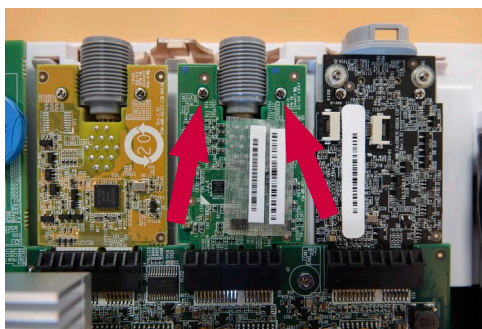

Figure 21 - Retrait des vis sur la carte VDI à remplacer
- a) Utiliser le tournevis pour dévisser les deux vis qui maintiennent la carte VDI en place (Figure 21)
- e) Insérer et visser les deux vis (couple de serrage max. 0,2 Nm) qui maintiennent la carte VDI en place (Figure 21)